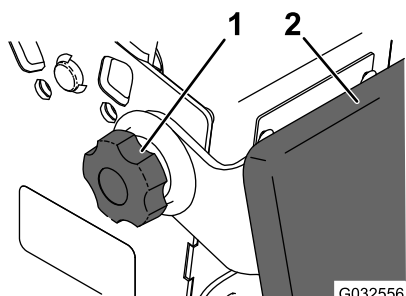

Figura 32
2. Allentate le manopole girevoli su ciascun lato della macchina (Figura 32).